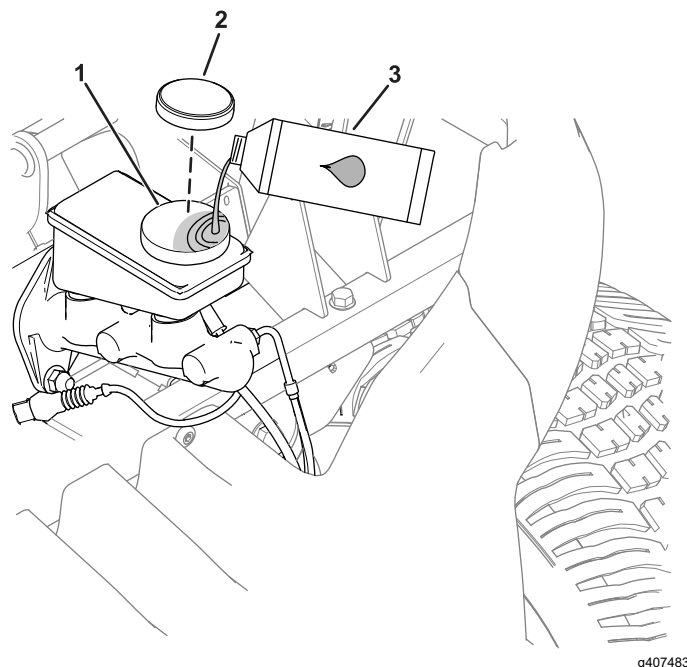

図 44
1. フードを外してブレーキのマスタースリンダとブレーキ液タンクにアクセスできるようにする図 44。
- A. ウェスでタンクのキャップの周囲をきれいに拭いてキャップ外す 図 44。
- C. タンクにキャップを取り付ける 図 44。